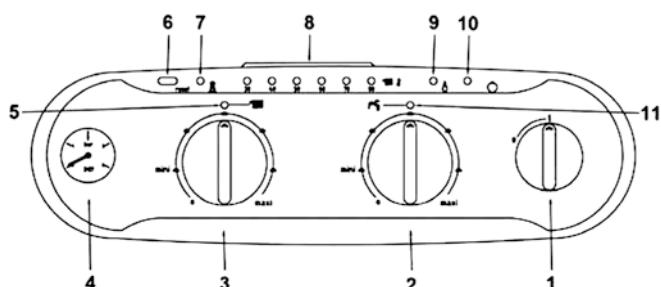
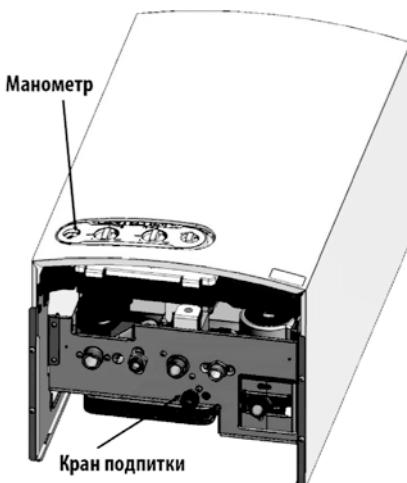

Рис. 1. Панель управления.
Рис. 7. Кран для заполнения водой системы отопления.
Для активации режима необходимо повернуть ручку регулировки температуры OB на положительную величину. После этого лампочка индикации режима отопления должна загореться. Во время нагрева системе отопления на панели блока управления должна отображаться фактическая температура (поз. 8 – рис. 1). Регулировка осуществляется в пределах от 35-85°C
Для отображения неисправностей в работе котла панель управления снабжена световыми диодами (поз. 8 - Рис. 1). Каждой неисправности соответствует своя последовательность горящих/моргающих диодов. Расшифровка последовательностей приведена в разделе 6.1.
Для включения котла поверните переключатель ВКЛ / ВЫКЛ (поз. 1 - рис. 1) в положение (I)
Для выключения котла поверните переключатель ON/OFF (поз. 1 – рис. 1) в положение (0).
С помощью ручки регулировки температуры в системе отопления (поз. 2 – рис. 1) установите необходимую температуру теплоносителя от 35 до 85 °C.
С помощью ручки регулировки температуры горячей воды (поз. 3 – рис. 1) установите необходимую температуру горячей воды от 30 до 60 °C.
Давление в системе отопления, измеряемое манометром котла (поз. 4 – рис. 1), должно составлять 1,3-1,5 бар. Если во время работы котла давление в системе упадет до величины ниже минимально допустимой, котел будет остановлен и индикация неисправности (поз. 8 рис.1) выскажет ошибку 13 (см. табл. 5). С помощью крана подпитки воды (рис. 7) доведите давление до первоначального значения 1,3-1,5 бар. По окончании операции всегда закрывайте кран подпитки системы отопления.